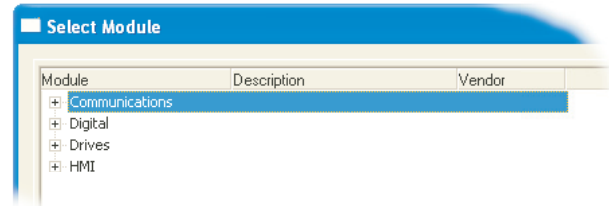

Abbildung 4.3.21m Die Kommunikations Liste (nicht erweitert)
2. Erweitern Sie die Kommunikations Liste (klicken auf das + Symbol) (Abbildung 4.3.21m).